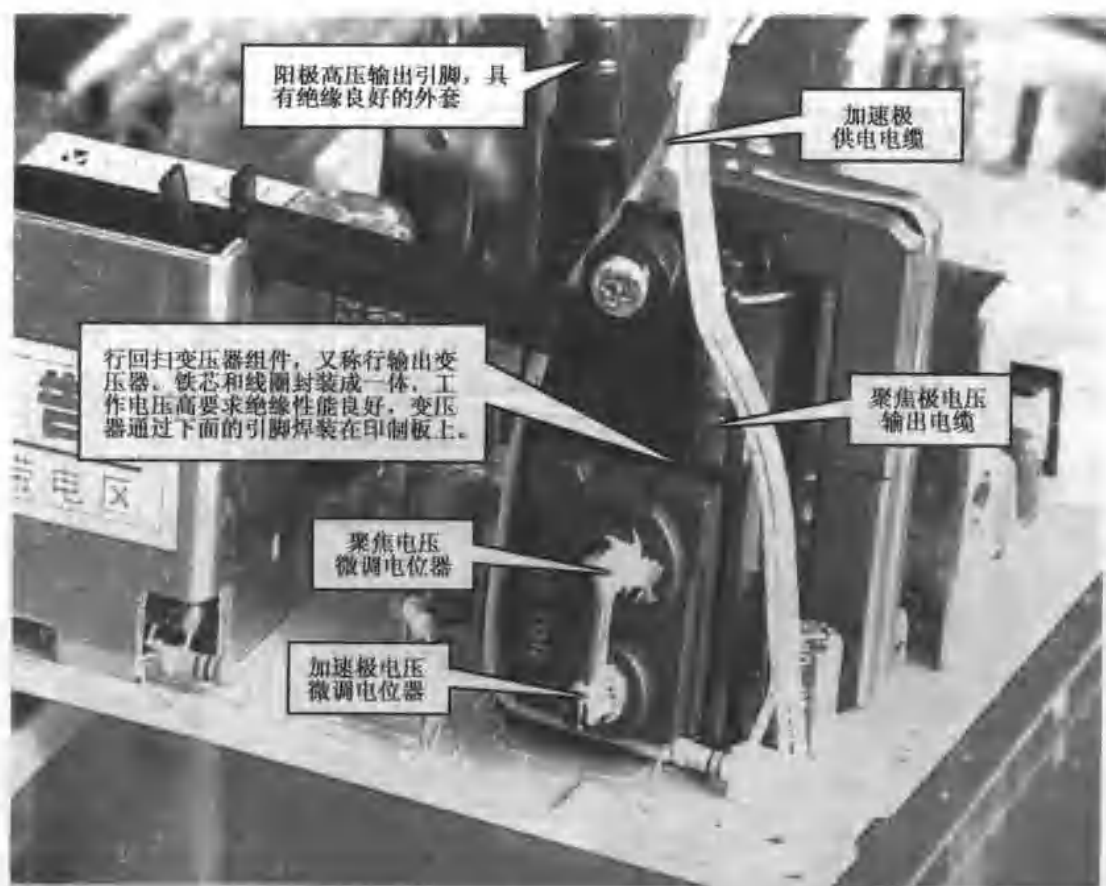
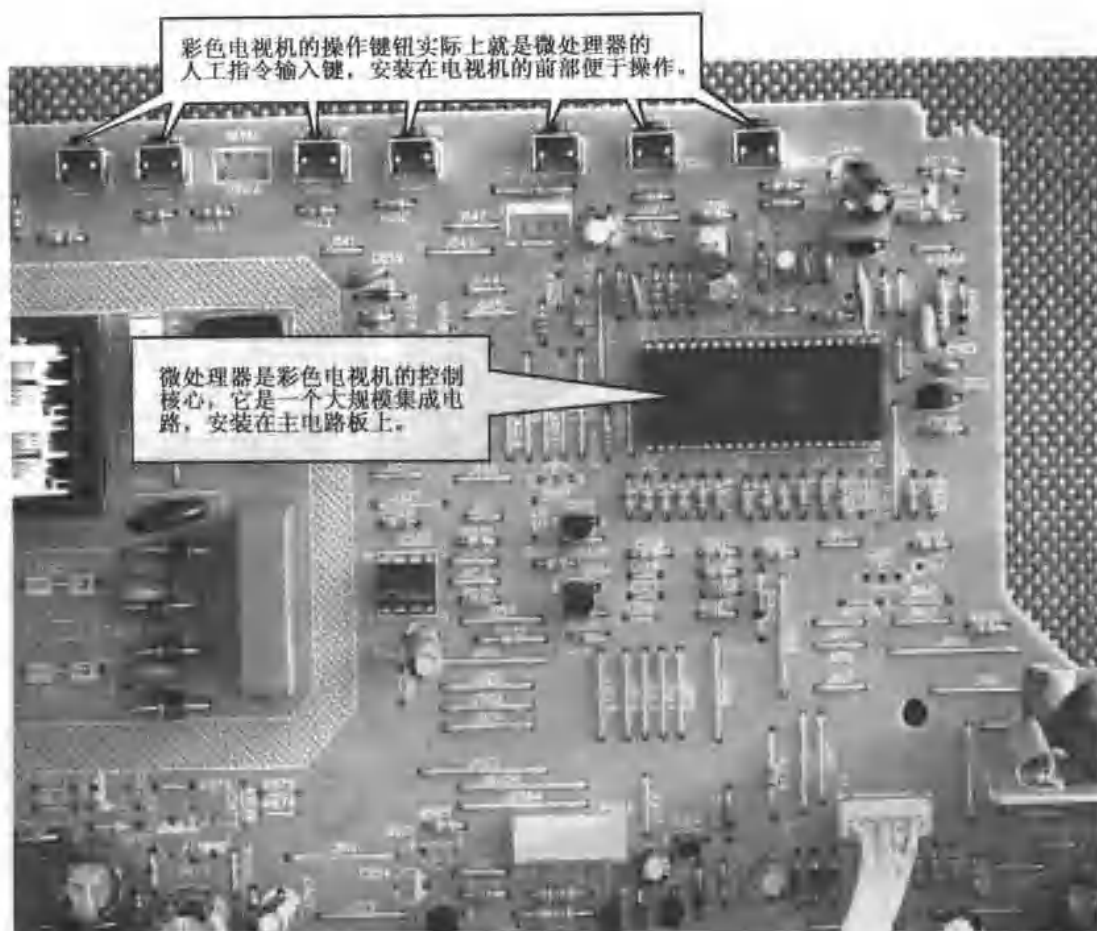

图 1-5 行回扫变压器
图 1-6 微处理器及外围电路
(9) 高压产生电路。它利用行扫描的逆程脉冲通过行回扫变压器进行升压，然后整流滤波产生 20000V 以上的直流高压。其作用是向显像管提供阳极高压，此外还产生聚焦电压和加速极电压，这也是显像管正确显像的基本条件。同时，它还向视放输出级提供工作电压和整机使用的低压。行回扫变压器是一个特殊的器件，如图 1-5 所示。
(10) 显像管电路（显像管尾板电路）。它一般由矩阵及视放电路组成，其功能是将三个 R、G、B 三基色信号放大后加至显像管的三个阴极上，控制显像管三个电子枪电子束的强弱。它安装在显像管尾座上。
(11) 电源电路。一般由开关稳压电源电路构成，其目的在于提高电源变换的效率（省电）和调整的范围（稳压），其功能是向彩电各电路提供各种工作电压，让彩电工作起来。
(12) 控制电路。控制电路是以微处理器为核心的自动控制电路，它可以接收人工指令和遥控信息，通过控制接口电路对彩色电视机的亮度、对比度、音量和调谐进行控制。微处理器及其外围电路如图 1-6 所示。